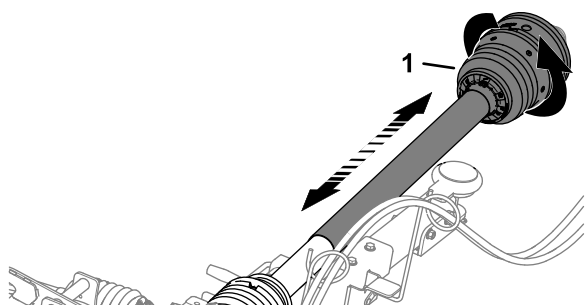

図 16
2. PTO シャフトガードの前半分を 1 回転させてみる 図 16。
3. PTO シャフトガードの前半分をそれぞれ前後に動かして自由に伸び縮みすることを確認する 図 16。